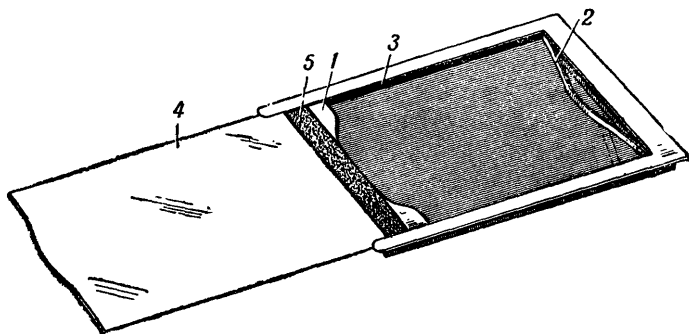

Рис. 16. Кассета для пластинок:
дерева, теперь же их штампуют из металла. На рис. 16 изображена обычная кассета. Фотографическая пластинка вкладывается в кассету светочувствительным слоем вверх и закрепляется язычками (1), под которые она поджимается пружиной (2). По краям кассеты находятся пазы (3), в которые вдвигается крышка (4). При задвинутой крышке кассета делается совершенно светонепроницаемой.
лялась крышка кассеты? На рис. 16 показано, чем достигается светонепроницаемость в этом месте кассеты. На край кассеты наклеена Полоска плюша с высоким ворсом (5). Точь в точь такая же полоска наклеена и на задней стенке фотокамеры, так что при вдвинутой кассете они соприкасаются друг с другом. Ворсинки ткани создают светонепроницаемую преграду, но, конечно, не составляют никакого препятствия для вдвигания крышки кассеты.